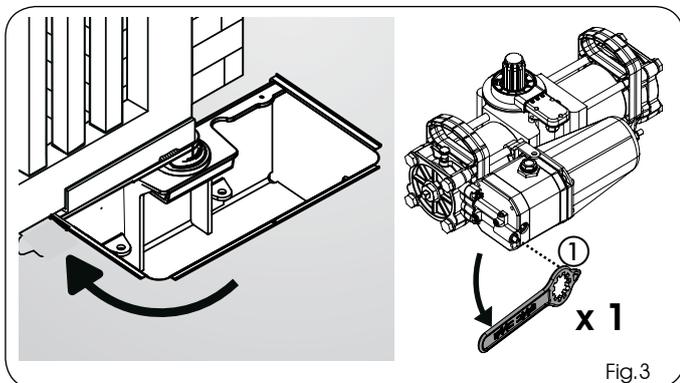

Fig.3
- 2) En faisant référence aux instructions du chapitre 7.1, déverrouiller l'opérateur à niveau oléodynamique en agissant avec la clé spécifique sur la vis de déverrouillage (Fig.3 réf. ①).